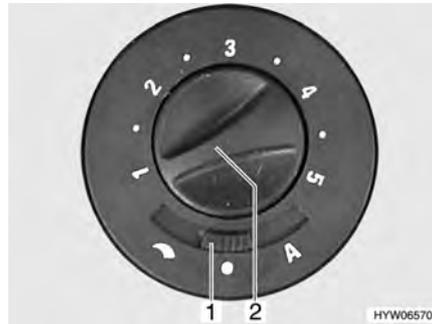

Fig. 118 Conmutador de mando para ventilador de circulación de aire
- Ajustar el conmutador deslizante (Fig. 118,1) en "☾" (regulación manual) o "A" (modo automático).
- Ajustar (regulación manual) o limitar (modo automático) la potencia deseada del ventilador de circulación de aire con el botón giratorio (Fig. 118,2).
- Ajustar el conmutador deslizante (Fig. 118,1) en "●" (Off).